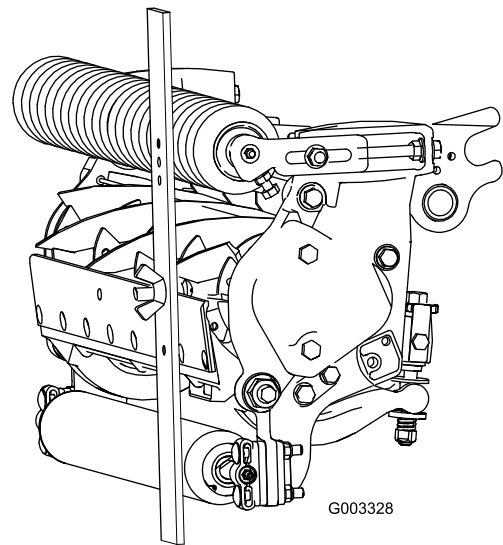

Figura 21
- 3. Agganciate la testa della vite sul tagliente della controlama e poggiate l'estremità posteriore della barra sul rullo posteriore (Figura 21).
- 4. Ruotate la vite di regolazione finché il rullo anteriore non toccherà la barra di riferimento (Figura 21). Regolate entrambe le estremità del rullo finché l'intero rullo non sarà parallelo alla controlama.